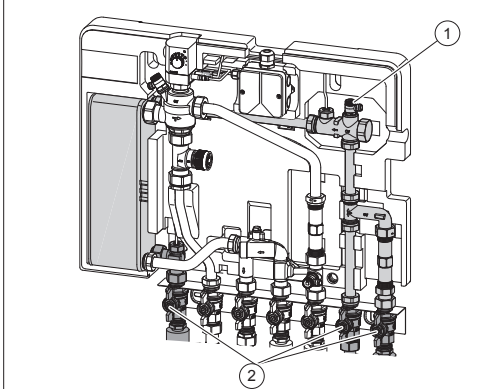

Fig. 2: Démontage/Montage du capteur de température d'E.C.S.
1. Fermer les 3 robinets à tournant sphérique repérés (voir Fig. 2 (2)) situés sur le bloc de raccordement avec robinets à tournant sphérique.
2. Ouvrir le robinet de purge (voir Fig. 2 (1)) pour détendre le tronçon de l'installation.